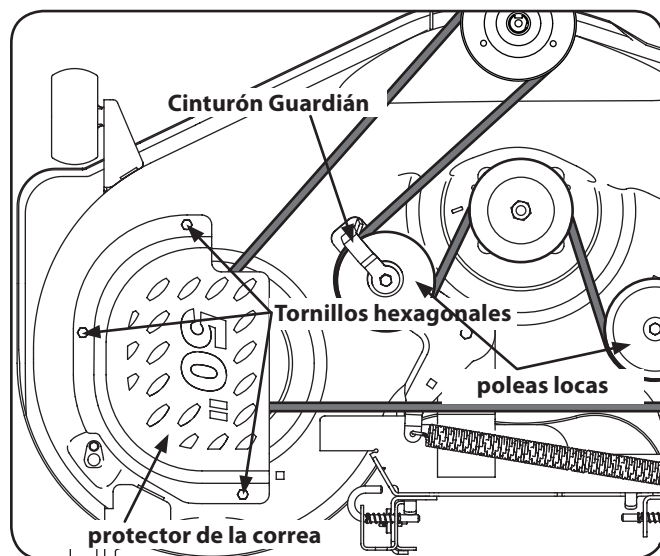

Figura 7-7
2. Quitar los protectores de la correa retirando los tornillos hexagonales que la sujetan a la cubierta. Vea la Figura 7-7.